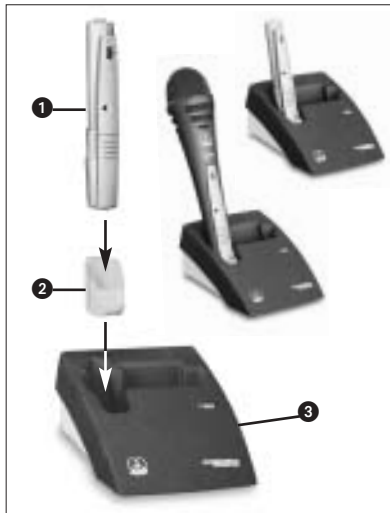

Fig. 3: Cargar el acumulador con la estación de carga opcional CU 40
3.2 Funcionamiento con acumulador (véase Fig. 3)
Recomendamos los acumuladores NiMH del tipo SANYO HR-4U (650 mAh) o Panasonic Rechargeable PRO+ (550 mAh). Para cargar el acumulador tiene que poner el módulo transmisor (1) con el adaptador CA 40 (2) en la estación de carga opcional CU 40 (3), tal como se indica en la Fig. 3.